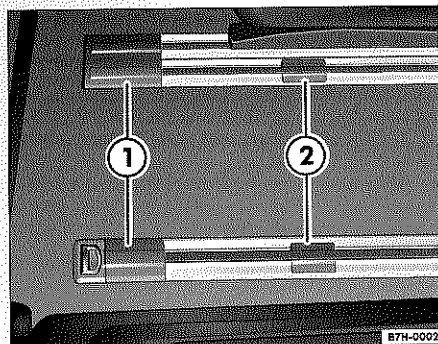

Fig. 71 Vista desde arriba de las guías del lado izquierdo
- Durante la marcha, las patas del asiento de tres plazas no deberán encontrarse nunca en la zona de las tapas extraíbles ⇒ página 84, fig. 71 ① y ② de las guías.
Sólo hay que retirar las tapas de las guías ⇒ fig. 71 ① y ② cuando se quiera desmontar o montar algún asiento o la mesita central.
Las dos *tapas de aluminio* ⇒ fig. 71 ② que hay en cada guía se retiran con la mano tirando hacia arriba. Retire las tapas de aluminio de las demás guías de la misma forma.
- Las piezas de fijación o las patas de los asientos no deberán ir nunca montadas en la zona de las tapas extraíbles ⇒ página 84, fig. 71 ① y ②.